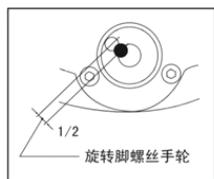

图8
1. 旋转脚螺丝手轮，使气泡向中心移动，偏移量为1/2。(图8)